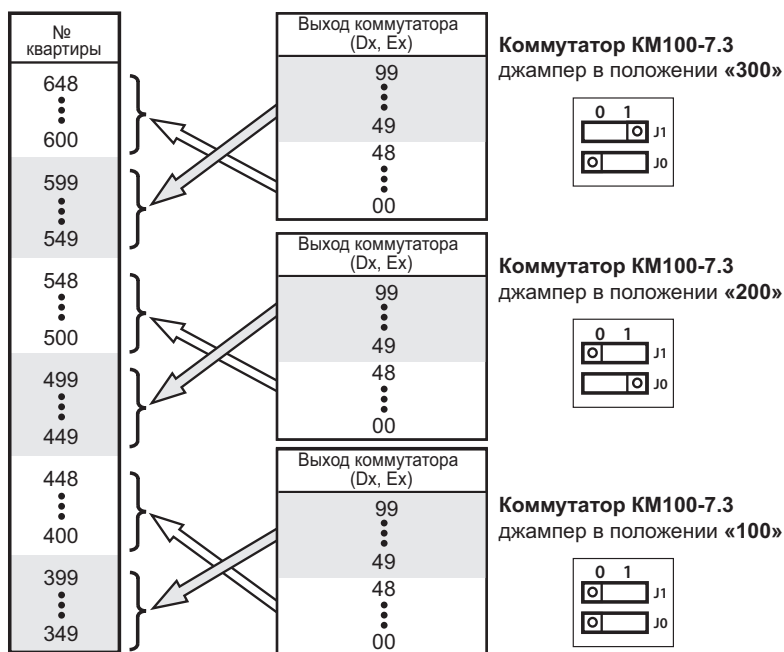

Рис.3 Пример схемы подключения трёхсот квартир к трём коммутаторам KM100-7.3
**Если количество квартир в подъезде превышает 200**, то устанавливаются **три коммутатора модели КМ100-7.3**. В этом случае в коммутаторе, к которому подключена первая сотня квартир, джампер устанавливается в положение «100», в коммутаторе, к которому подключена вторая сотня квартир, джампер устанавливается в положение «200», а в коммутаторе, к которому подключается третья сотня квартир, джампер устанавливается в положение «300». На *рис.3* представлен пример подключения ПА трехсот квартир к трем коммутаторам КМ100-7.3.
При подключении ПА к выходам **КМ** следует руководствоваться следующими правилами (на примере схемы на *рис.3*):